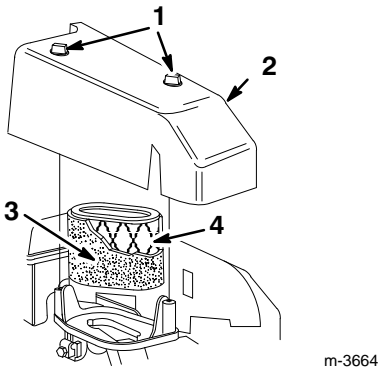

Figure 10
2. Desserrer les boutons de fixation du couvercle du filtre à air (Fig. 10).
3. Déposer le couvercle et le nettoyer soigneusement (Fig. 10).
4. Retirer le préfiltre en mousse et le laver avec de l'eau et un détergent doux, puis le tamponner pour le sécher (Fig. 10).
6. Retirer le filtre en papier et le jeter (Fig. 10).
7. Remonter le préfiltre en mousse sur le nouveau filtre en papier (Fig. 10).
8. Mettre en place le nouveau filtre (Fig. 10).
9. Fermer le couvercle et le fixer (Fig. 10).